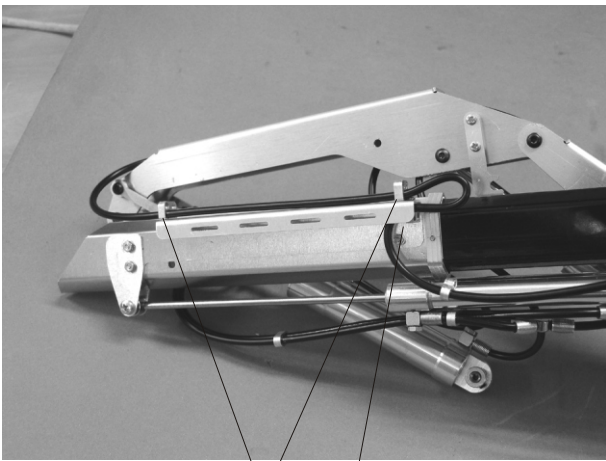

Bild 1 3 Schlauchhalter (D)
Schneiden Sie 4 Stücke Schlauch mit je 1,2 m. Um die Schläuche besser durch den Kran von unten zum Teleskop ziehen zu können, lösen Sie bitte den Hubzylinder vom 1. und 2. Arm an einer Seite und klappen sie etwas aus. Tauschen Sie das Zylinderhalteblech(M) gegen das Schlauchhalteblech (B) aus und verschrauben es hinten mit den alten Schrauben. Vorne benutzen Sie bitte die Schraube Din 965 M2x4 und die Mutter Din 934 M2. Bringen Sie nun die 3 Schlauchhalter (D) mit je einer Schraube Din 7985 M1,6x4 wie in Bild 1 ersichtlich an. Ziehen Sie einen Schlauch immer parallel zu den Teleskopschläuchen bis zum Schlauchhalter vorne im 2.Arm. Benutzen Sie die obere Reihe der Schlauchöffnungen und ziehen Sie ca. 60 cm durch den Halter. Legen Sie einen weichen Bogen und fädeln Sie den Schlauch immer durch das gleiche Loch der verschiedenen Schlauchhalter. (Siehe Bild 1+2)